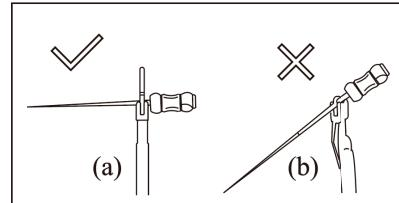

Imagen 22
- d) Consulte la [Imagen 22 (a)] para sujetar la lima de la aguja. Si como en [Imagen 22 (b)], no puede medir adecuadamente la longitud del conducto radicular debido a la fuerza inadecuada, y la parte delantera del pasador del conducto radicular es fácil de usar.